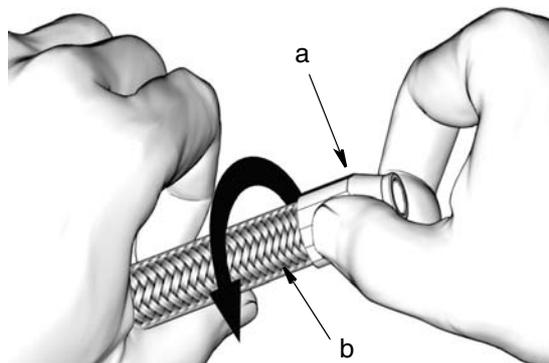

FIG. 58
4. Faire glisser l'emboîture (a) sur l'extrémité coupée du tuyau (b). Serrer l'emboîture à la main sur le tuyau en la tournant vers la gauche dans le tuyau (FIG. 58).